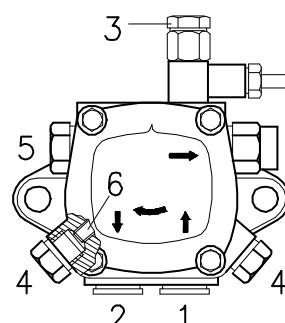

Fig. 18
7.3 Pomp (Fig. 18)
- Opdat de pomp zichzelf kan aanzuigen, is het noodzakelijk één van de schroeven 3)(Fig. 18) van de pomp los te draaien, om de aanzuigleiding te ontluften.
De druk van de pomp kan aangepast worden met behulp van de daartoe voorziene schroef 5) (Fig. 18 Pag. 19).